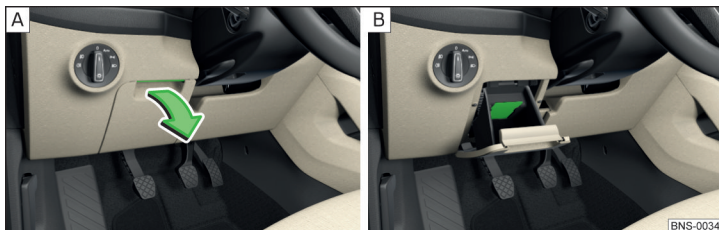

Fig. 107 Ouverture du vide-poches/porte-cartes
- Soulever la poignée et **ouvrir** le couvercle du compartiment » fig. 107 - [A].
Le vide-poches contient un porte-cartes » fig. 107 - [B].